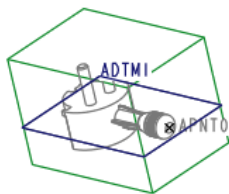

图 10.29 创建基准平面 ADTM1
Step2. 穿过基准点 APNT0，创建图 10.29 所示的基准平面 ADTM1。操作过程如下。
- ① 在**模具**功能选项卡**基准**区域单击工具栏中的创建“基准平面”按钮 $\left[\text{基准平面} \right]$ 。
- ② 选取基准点 APNT0。